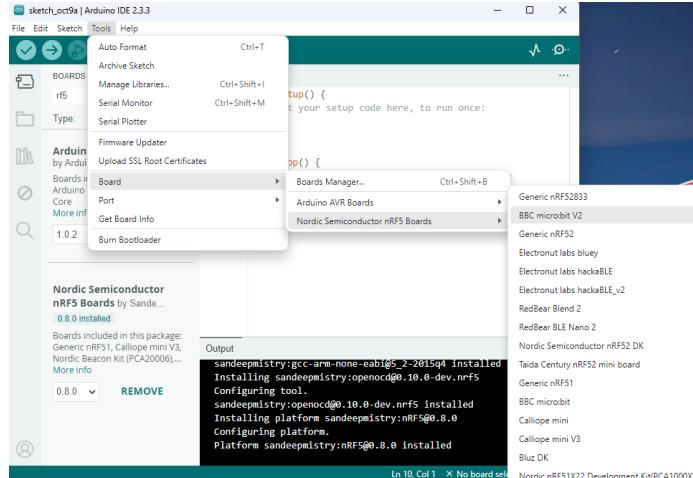

Figure A.7: Selecteren van de micro:bit als bord waarop gewerkt wordt.
- Het selecteren van de microbit als het bordje waarop geprogrammeerd wordt, wordt als volgt gedaan: Ga naar Tools → Boards → Nordic Semiconductor NRF5 Boards en selecteer BBC micro:bit V2 zoals figuur A.7 wordt weergegeven.